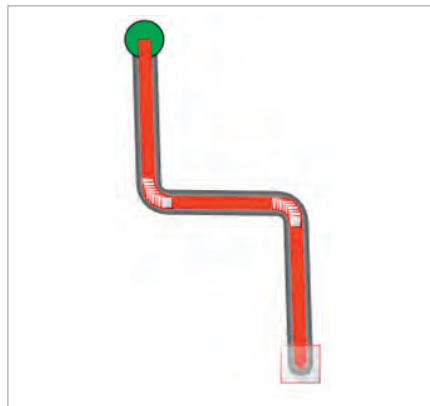

Рис. 12. Свойство *Location Dynamic* приведено к пути *Path* элемента *Pipe*
12. Опция может не появиться, если это произошло, выберите свойство *Location Dynamic* объекта *Ellipse*, щёлкните на *Edit Dynamic On-Screen* (Редактировать динамику на экране) внизу окна свойств. Результат представлен на рис. 12.